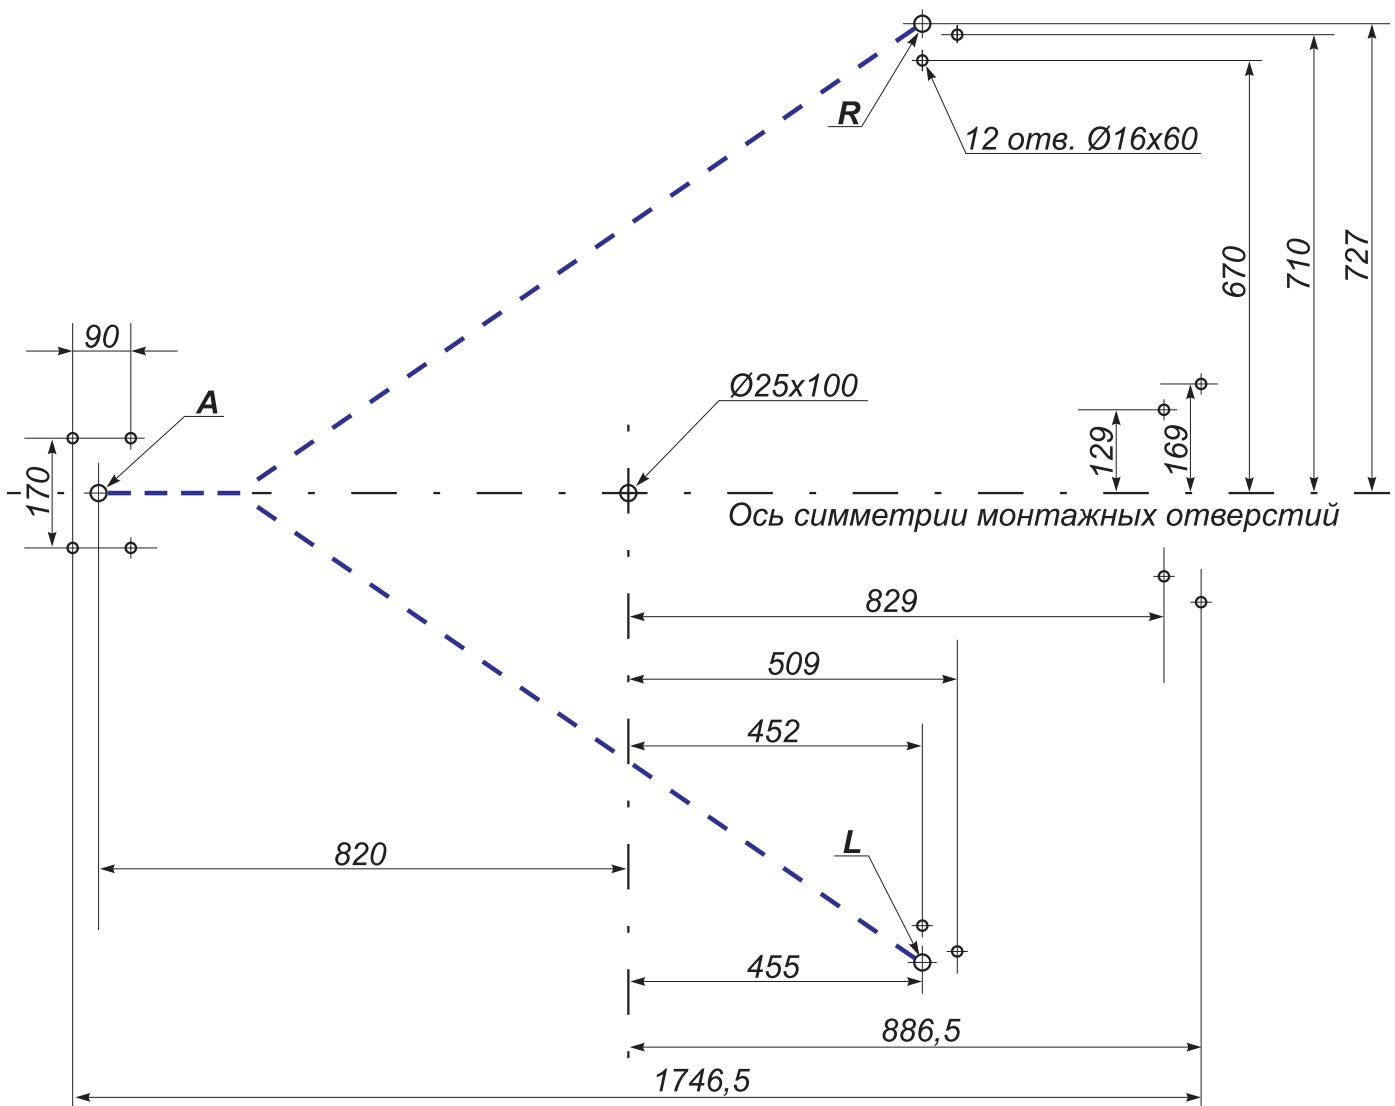

Рисунок 8 – Схема разметки для установки турникета:
8.2.6 Установите левую секцию формирователя прохода (6) таким образом, чтобы опорная стойка секции с блоком индикации (9) располагалась над зоной *L* (рисунок 8). Совместите четыре отверстия во фланцах (8) секции с отверстиями в установочной поверхности. Закрепите секцию с помощью анкерных болтов, при этом усилие затяжки болтов должно быть предварительным, обеспечивающим возможность регулировки отклонения секции от вертикали. Подведите кабель индикации (10) и кабель считывателя (23)* по кабельному каналу к зоне *A*.
8.2.7 Установите и закрепите правую секцию формирователя прохода (7) таким образом, чтобы опорная стойка секции с блоком индикации располагалась над зоной *R* (рисунок 8). Подведите кабель индикации (11) и кабель считывателя (24)* по кабельному каналу к зоне *A*.
8.2.10 Установите преграждающую стойку фланцем (4) на зону *A*, а нижний узел вращения (5) — на отверстие с анкером Ø25 мм (рисунок 8). Совместите четыре отверстия во фланце и одно отверстие в центре нижнего узла вращения с отверстиями в установочной поверхности. Закрепите преграждающую стойку с помощью анкерных болтов, при этом усилие затяжки болтов должно быть предварительным, обеспечивающим возможность регулировки её отклонения от вертикали.
8.2.22 Установите собранный ротор (1) (п. 8.2.18) с небольшим наклоном нижним концом в нижний узел вращения (5) в исходное положение, соответствующее выбранному варианту перекрытия створками зоны прохода в исходном состоянии турникета (А или Б, см. п. 5.2.12).
Для обеспечения возможности работы турникета в **бесшлюзовых режимах (вариант А исходного состояния турникета)** перекройте зону прохода **одной** створкой, расположив её параллельно оси симметрии монтажных отверстий (рисунок 8) в направлении к стыку секций (6) и (7) формирователя прохода (рисунки 1 и 12, а).
* Квадратные шайбы и пластина при поставке находятся внутри балки привода (13).